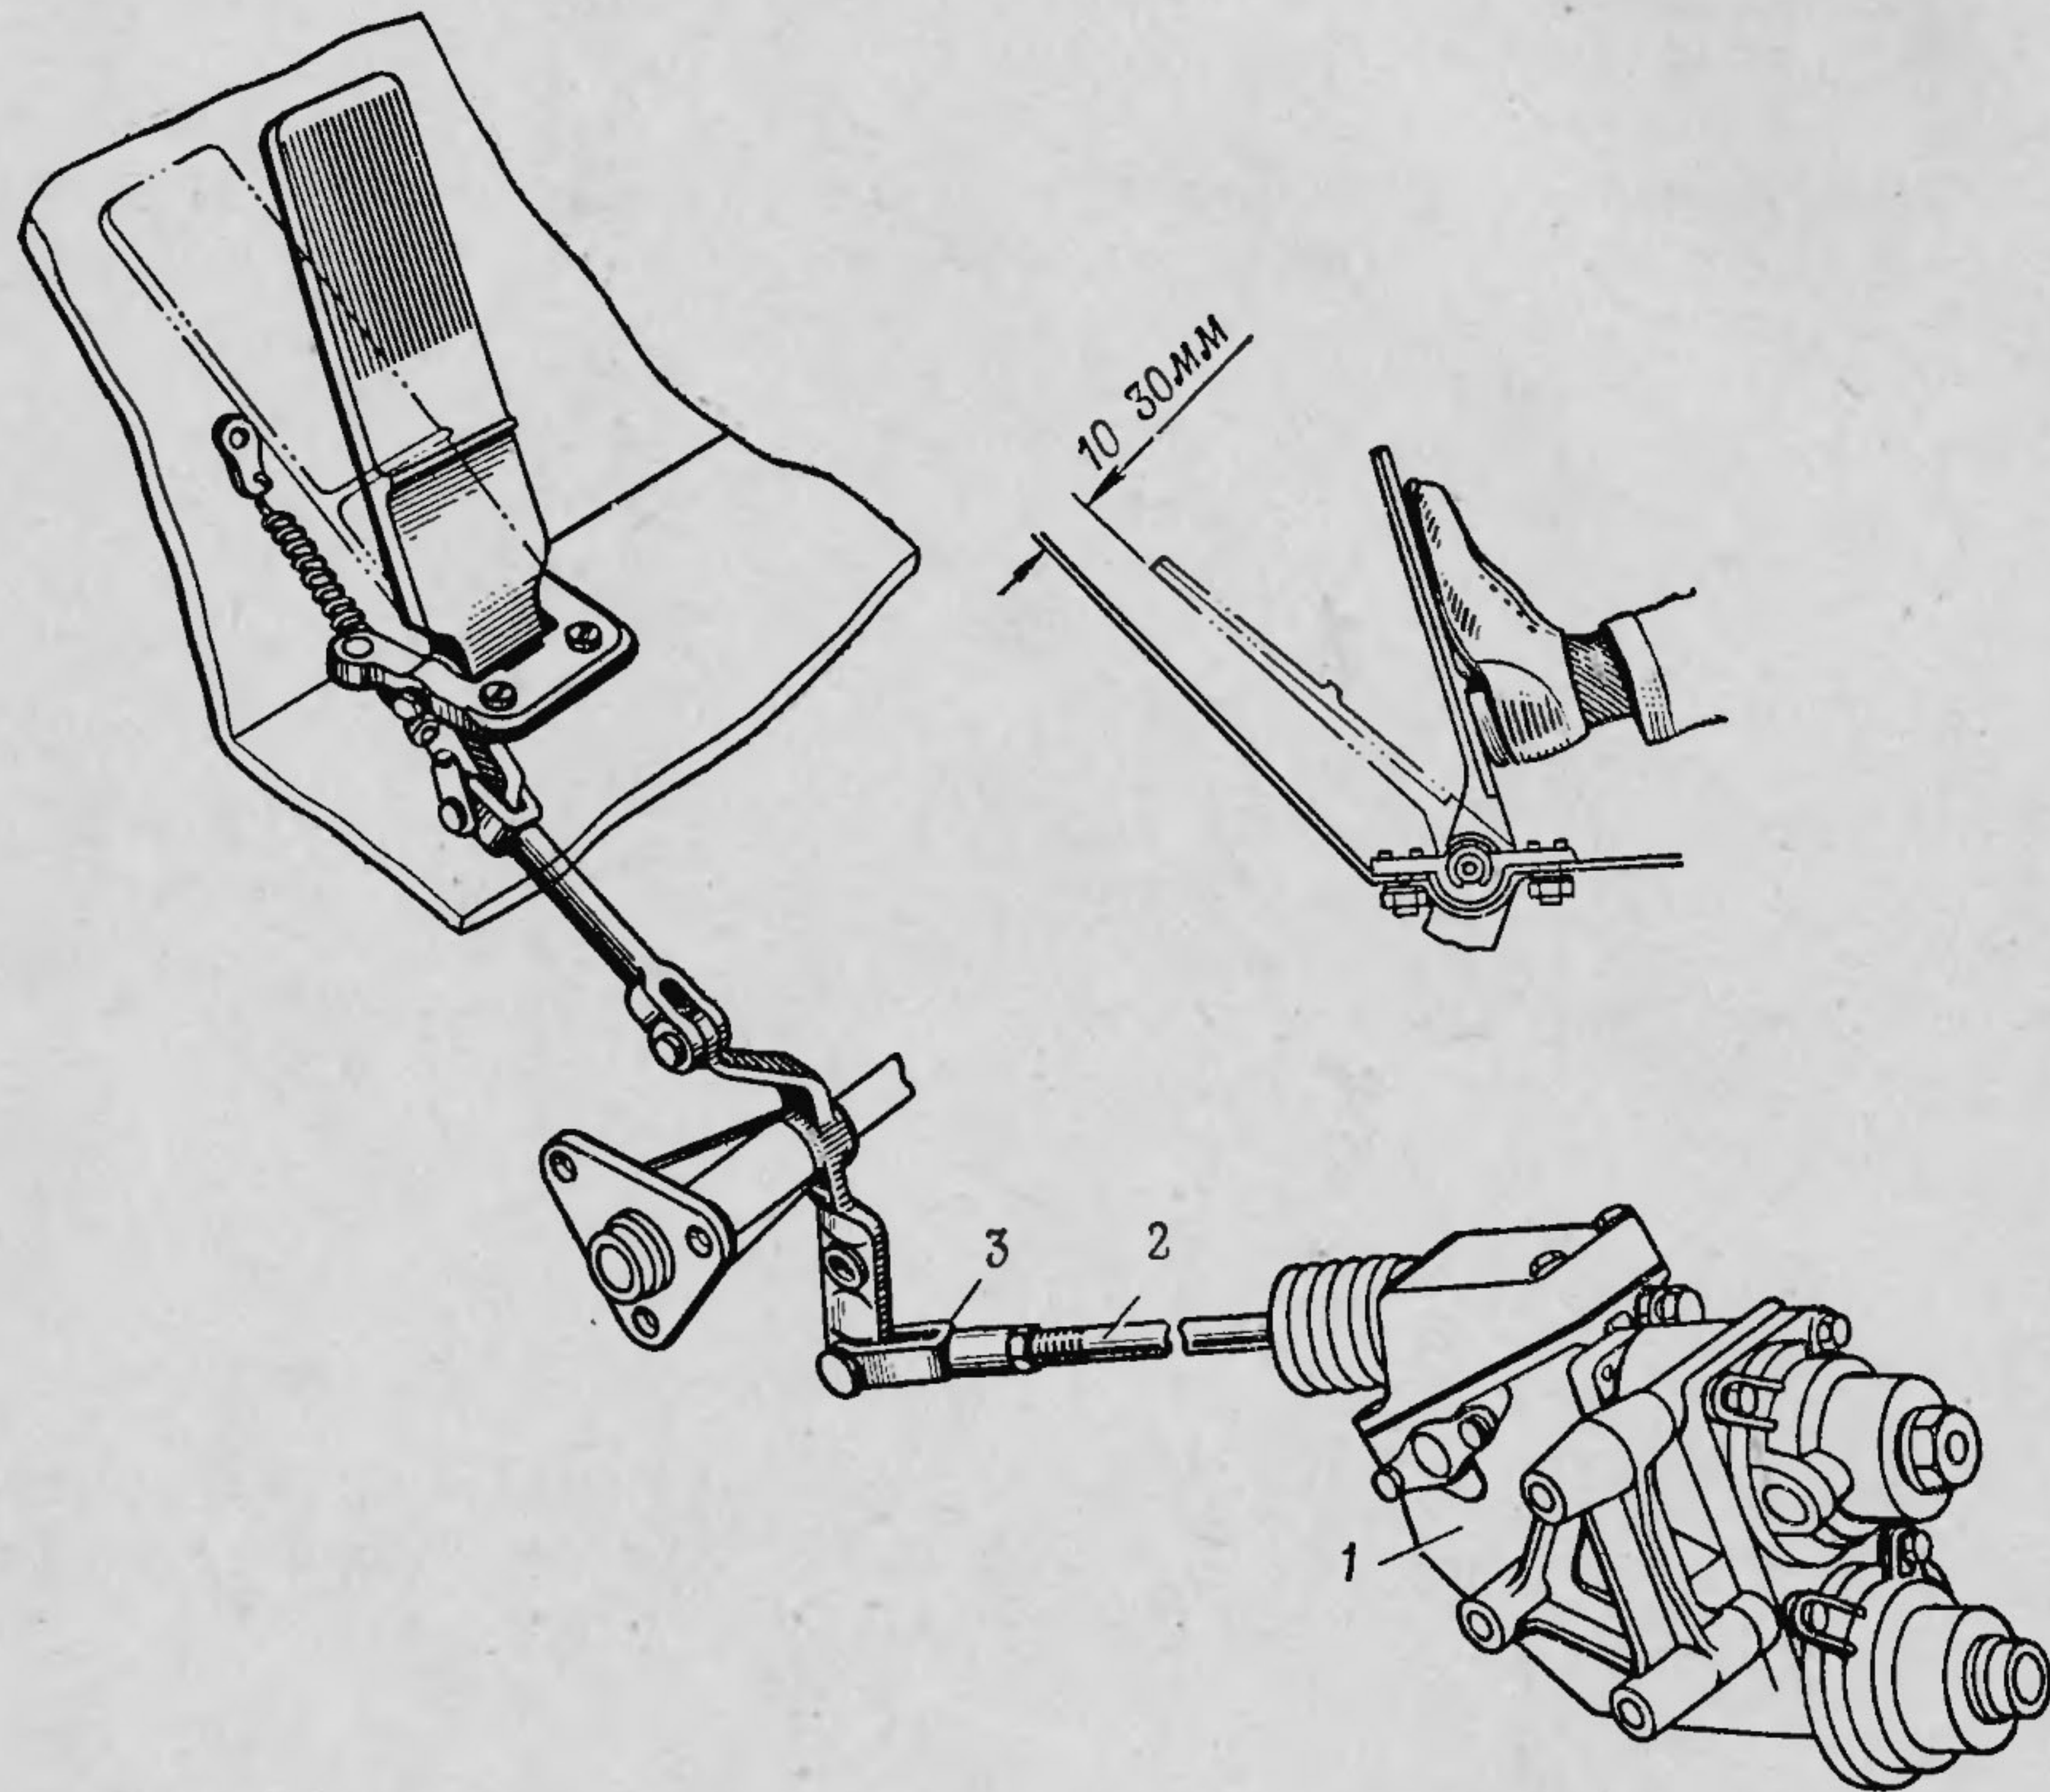

Рис. 16. Прием регулировки пневматического привода колесных тормозов:
36. Проверить и при необходимости отрегулировать ход педали тормоза; если педаль при полном нажатии упирается в пол, отрегулировать длину тяги 2 (рис. 16).